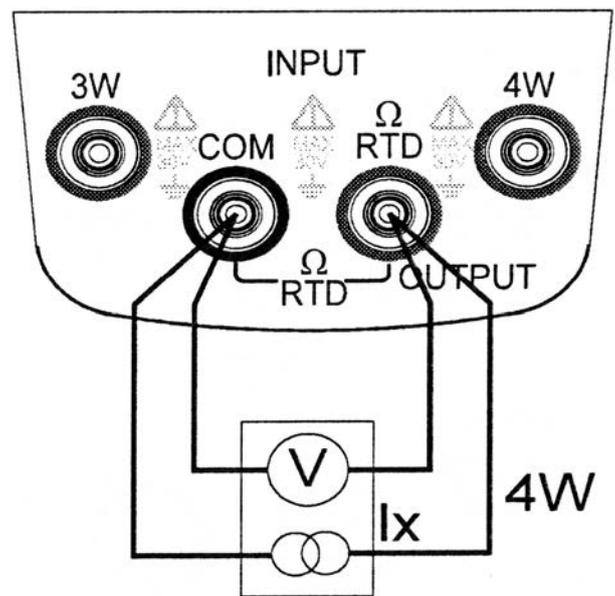

Abbildung 5-1
- ↪ 3. Stecken Sie ein Ende der Messleitung in den Ausgangsanschluss des Gerätes und schließen Sie das andere Ende an den Eingangsanschluss des Prüflings an wie in Abbildung 5-1 dargestellt. (Die vom Gerät bereitgestellte Messleitung kann als 4-Leiter-Systemausgang nach Kundenwunsch angeschlossen werden.).